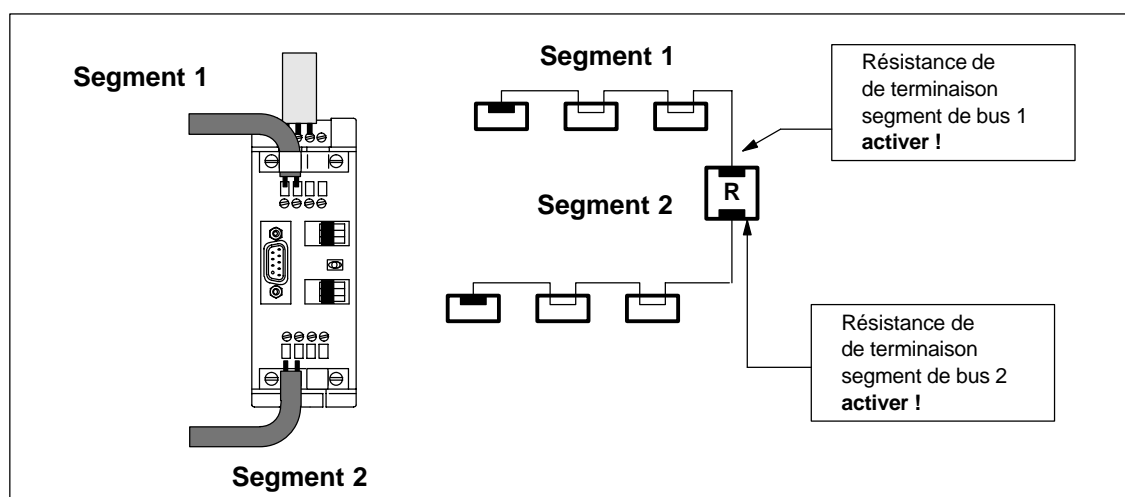

Figure 5-3 Connexion de deux segments de bus au répéteur RS 485
)¹ Lorsque la résistance terminale est en place, la connexion du bus droite est sectionnée (voir figure 5-3) !
- segment 1 et segment 2 terminés par le répéteur RS 485 (voir figure 5-3)
La figure 5-3 indique comment réaliser la terminaison de deux segments à l'aide du répéteur RS 485 :